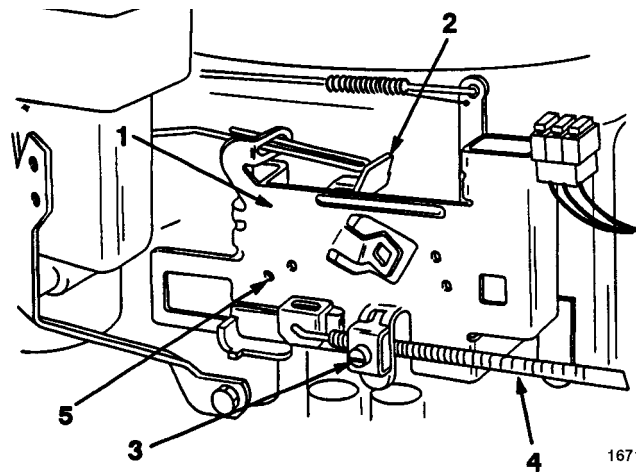

Fig. 26
- B. La leva dell'acceleratore è in posizione "FAST", ed i fori indice nella leva di comando del regolatore e la piastra del regolatore devono essere allineati (Fig. 26). Se non fossero allineati, vedi procedura di registrazione al punto 4.
- B. Allentate il morsetto serrafilo del comando dell'acceleratore finché non riuscirete a spostare il tubo di rivestimento per cavo del comando del gas (Fig. 26).
- C. Spostate il tubo di rivestimento per cavo del comando dell'acceleratore fin quando i fori indice della leva di comando del regolatore e la piastra del regolatore non saranno allineati (Fig. 26). A questo punto serrate le viti del morsetto serrafilo.